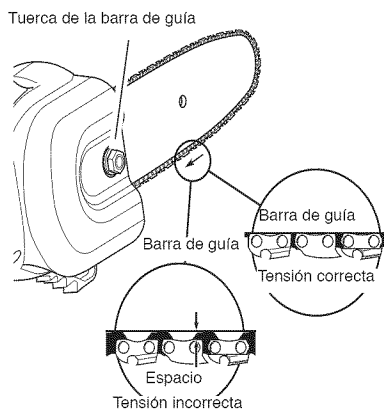

**Figura 4 - Para aflojar la tuerca de la barra guía**
1. Antes de regular la cadena, asegúrese que la barra guía esté sólo apretada a mano (vea la Figura 4).